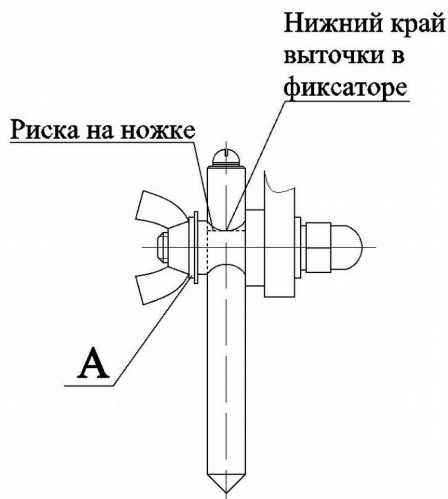

Рисунок 1 - Установка сменного сопротивления
6.1.1 Убедиться, что установлен максимальный вылет ножек — риски, нанесенные на измерительные ножки вилки, должны совпадать с нижними краями выточек фиксаторов (см. рисунок 1).
7.3.2.1 Под барашковые гайки (поверх сменного сопротивления) установить плоские шайбы «А» Ø8мм (см. рисунок 1), а затем плотно притянуть сменное сопротивление барашковыми гайками к фиксаторам - для обеспечения надежного электрического контакта.
10.3.1.3 Убедиться, что установлен максимальный вылет измерительных ножек – риска на каждой измерительной ножке совпадает с нижним краем выточки в фиксаторе (см. рисунок 1).
10.3.2 Подключить измерительный прибор к токовым наконечникам вилки согласно схеме на рисунке 2 и определить сопротивления вилки поочередно с различными сменными сопротивлениями («12,5А», «16А», «25А», «50А»). При смене сопротивлений, гайки крепления сопротивлений должны быть плотно затянуты для обеспечения надежного контакта сменных сопротивлений с фиксаторами, а под гайки подложены плоские штатные шайбы «А» (см. рисунок 1).